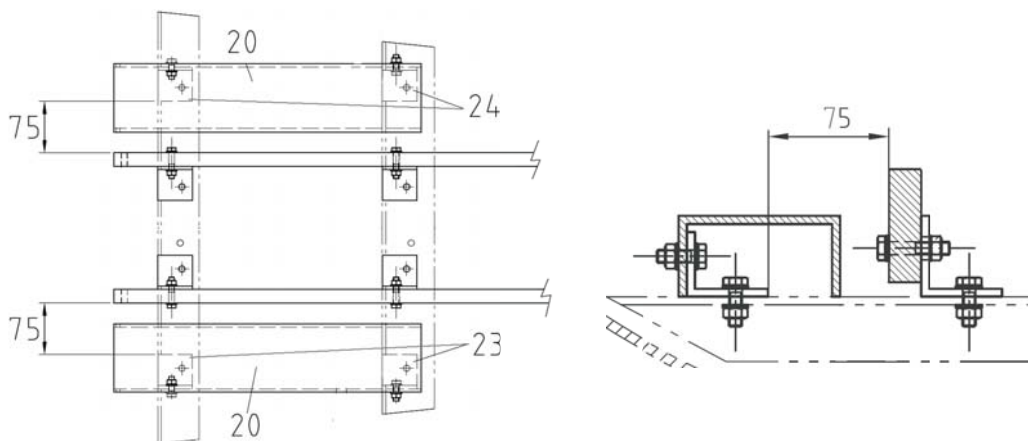

Figura 12. Montaje de pasarelas del primer tramo.
4. Se quitan los soportes y se realizan los taladros. En el travesaño más corto (a la derecha en la Figura 12) el punto donde se atornillará el soporte tiene muy poco espacio debajo para meter la tuerca y arandela debido al aislante del tubo. En este caso es mejor roscar sobre el travesaño. Por lo tanto: